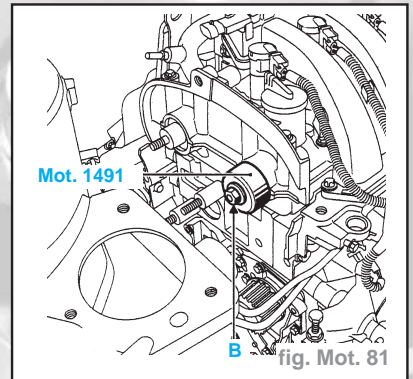

fig. Mot. 81
• les joints d'étanchéité des arbres à cames en utilisant le **Mot. 1491** (utiliser les anciens écrous (**B**) (fig. Mot. 81)